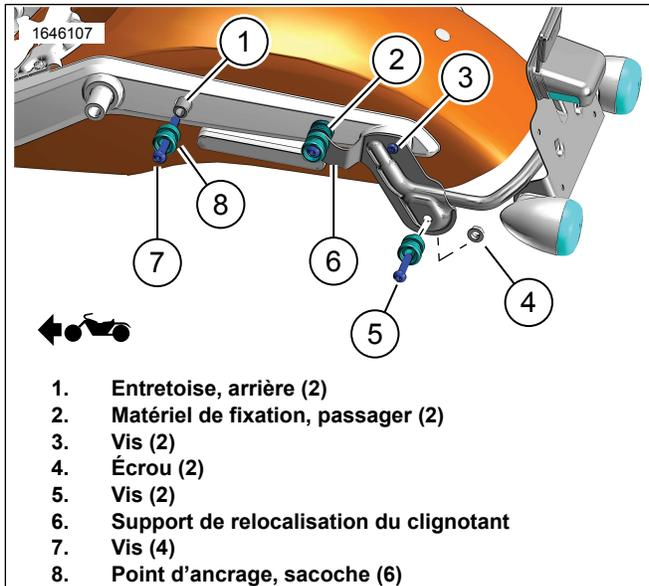

Figure 4. Installation du support de relocalisation sur le véhicule
4. Figure 4 Installer les entretoises arrière (1) et le point d'ancrage (8) sur le montant du garde-boue arrière.
5. Fixer à l'aide de la vis (7). Serrer.
- a. Figure 4 Installer le support de relocalisation du clignotant (6) sur le véhicule avec la vis (3). Serrez à la main.
- b. Serrer les vis (3).
- d. Figure 4 Installer le point d'ancrage (8), la vis (5) et l'écrou (4).
2. Figure 4 Dans le but de tenir compte des tolérances de fabrication, un dégagement a été prévu entre les points d'ancrage (8) et les diamètres des attaches (5, 7). Si la sacoche ne se verrouille pas automatiquement au moment de l'installation, ajuster les positions des points d'ancrage (8) vers l'avant ou vers l'arrière. Positionner les points d'ancrage de façon à ce que le point d'ancrage central soit complètement engagé sur la sacoche avant que les points d'ancrage avant et arrière ne touchent le support de sacoche.